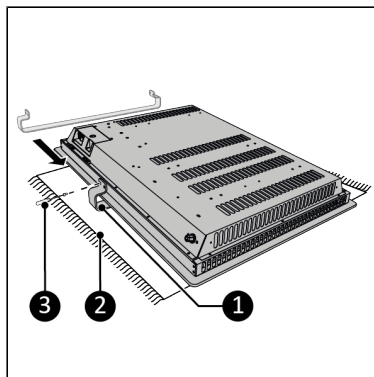

Figure 58.
1. Posez l'appareil sur une surface douce et stable (Figure 58, pos. 2).
3. Glissez avec précaution le porte-serviettes (Figure 58, pos. 1) sous l'appareil.
4. Installez le porte-serviettes au dos de l'appareil à l'aide d'un tournevis Phillips (Figure 58, pos. 3).